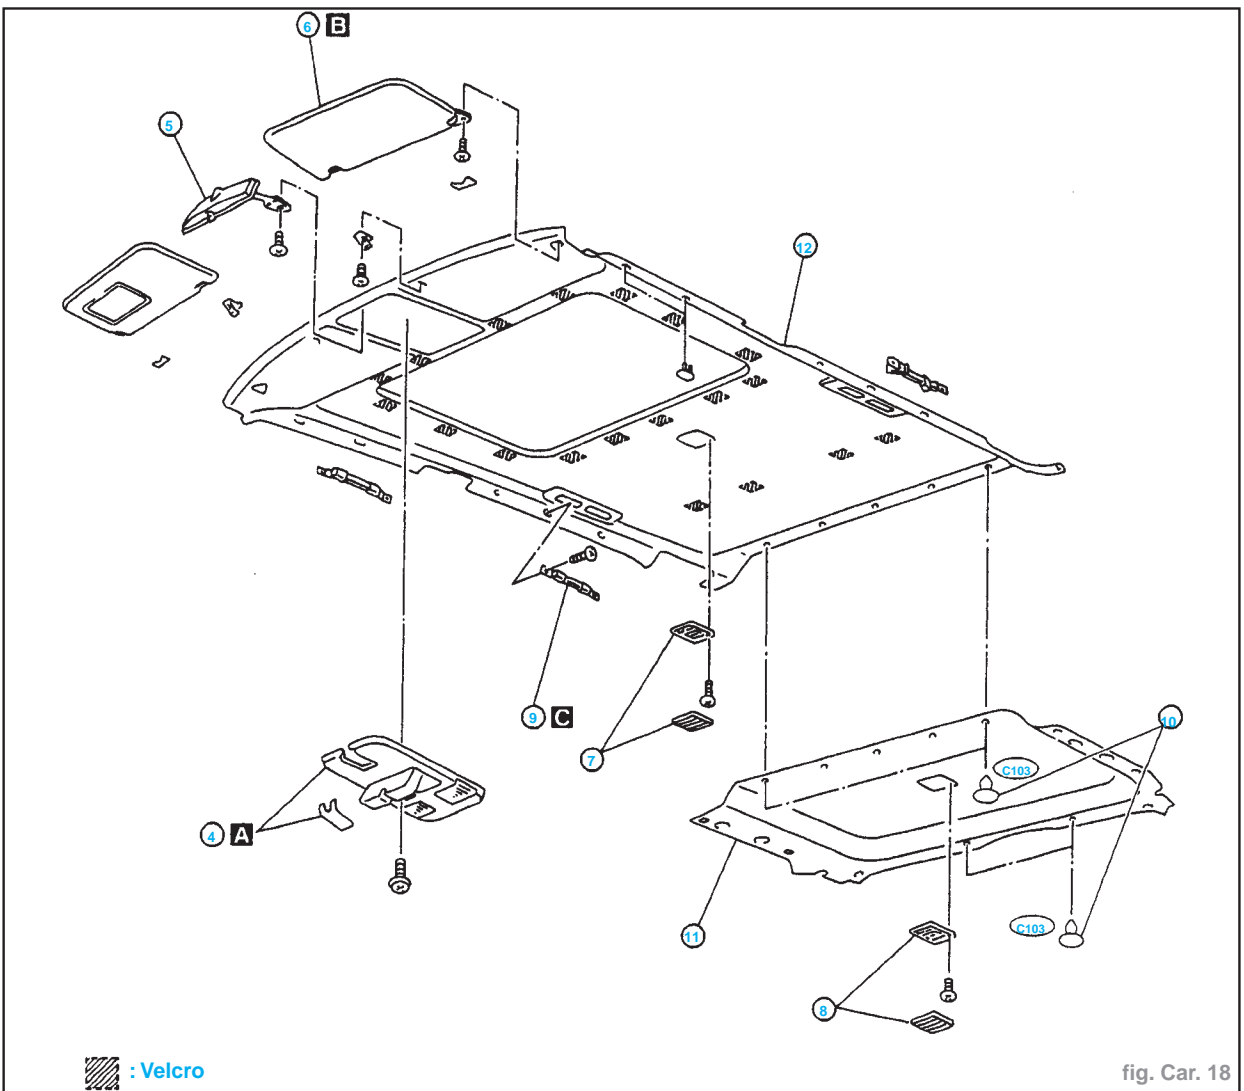

fig. Car. 18
- Voir (fig. Car.18 et 19)
- 4 L'ensemble de console de toit complète, puis débrancher les connecteurs (A).
- 6 Les pare-soleil (B).
- 9 Les poignées passagers (C).